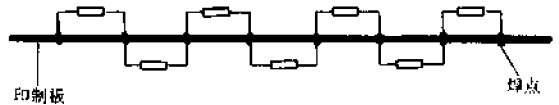

图 4-337 可防止打火的分压电阻接法
⑤ 聚焦极电压:一般也可能遇到与加速极电压相同的三种情况,相应的解决办法也相同。但因为聚焦极电压较高(一般在 1000 ~ 8000V 左右),所以在采用电阻分压法来降低电压时,要注意防止高压打火。有效的方法是使用多个 10M $\Omega$  电阻串联后达到某一电压值,并采用如图 4-337 所示的焊接方法。
⑥ 阳极高压:此电压一般均在 20 ~ 25kV 范围之内,新管和原管最好一致。如有差异,两者差值小于 2kV,可通过改变行逆程电容大小来达到新管的要求。若相差太多,可考虑更换能满足新管要求的行输出变压器来解决。